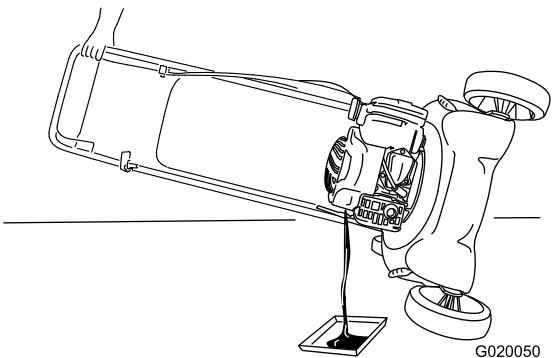

Figura 19
- 4. Ponga la máquina de lado (con el filtro de aire hacia arriba) para drenar el aceite usado del tubo de llenado de aceite (Figura 19).